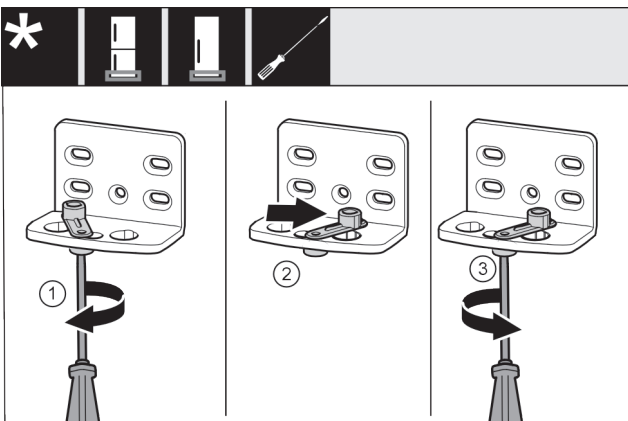

Fig. 14
- ▶ Šroubovákem volně přišroubujte šroub Fig. 14 (1).
- ▶ Zvedněte pomůcku zavírání dveří Fig. 14 (2) a v otvoru ji otočte o 90° doprava.
- ▶ Šroubovákem šroub Fig. 14 (3) pevně utáhněte.